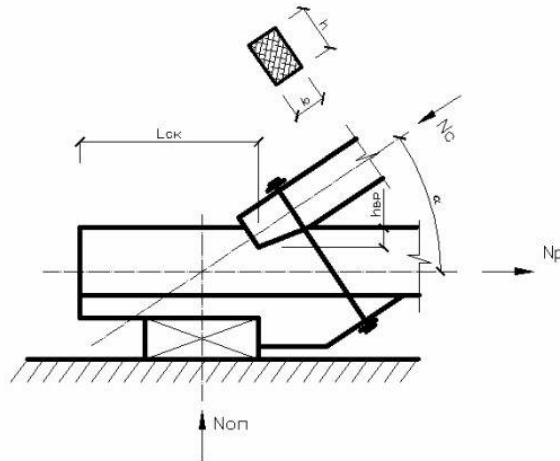

Рисунок 6. Лобовая врубка
5.3 Проверить прочность лобовой врубки с одним зубом опорного узла фермы. Стержни верхнего и нижнего пояса имеют сечения  $b \times h$  и в них действуют усилия сжатия  $N_c$ . Сжатый стержень наклонен под углом  $\alpha$  к растянутому. Глубина врубки  $h_{вр}$ . Расстояние от нижней точки врубки до конца пояса  $L_{ск}$  (рисунок 6).